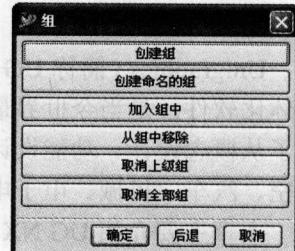

图1-2 “组”对话框
- \* 如果命令后带有“...”符号，则表示执行该命令时会弹出一个对话框。例如，单击“格式”|“组”命令，会弹出“组”对话框，如图1-2所示。